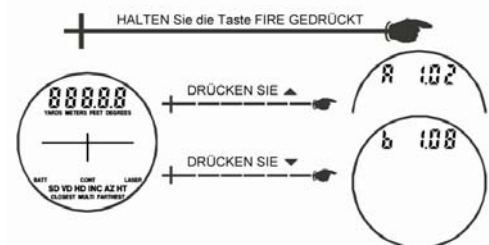

Abbildung Nr. 9
- Drücken Sie die Taste , um die Haupt-Firmware-Versionsnummer anzuzeigen. Das Display sollte in etwa dem nebenstehenden Beispiel entsprechen. Das Zeichen, das am weitesten links steht, ist stets „A“ und die restlichen 3 Zahlen stehen für die Haupt-Firmware- Versions-nummer (1.02 in Abbildung Nr. 9).
- Drücken Sie die Taste , um die Neben-Firmware-Versionsnummer anzuzeigen. Das Display sollte in etwa dem obigen Beispiel entsprechen. Das Zeichen, das am weitesten links steht, ist stets „b“ und die restlichen 3 Zahlen stehen für die Neben-Firmware-Versionsnummer (1.08 in Abbildung Nr. 9).